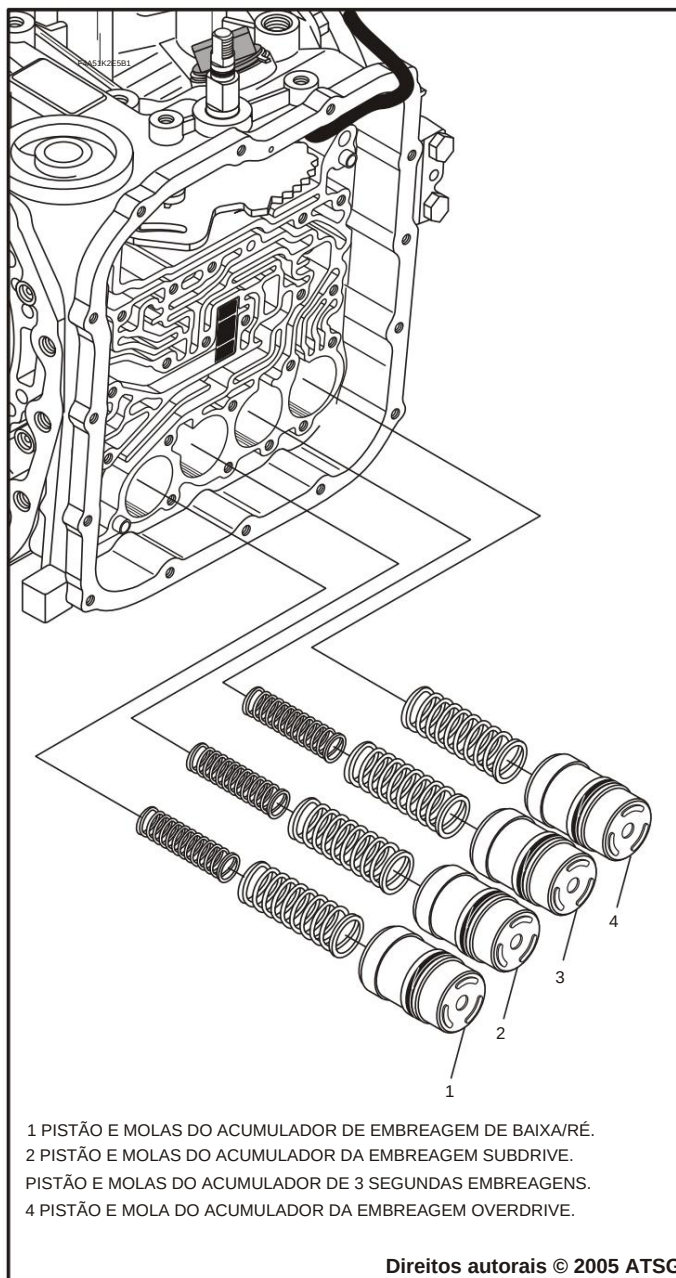

Figura 32
14. Remova cada pistão e mola do acumulador, conforme mostrado na Figura 32.